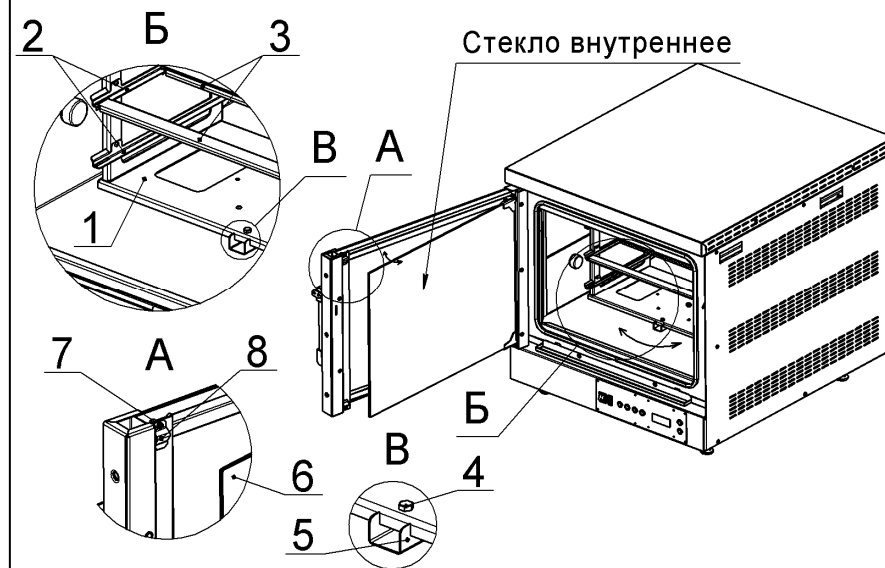

Рис. 1
При эксплуатации печи ПКУ-530МРЭ, Вы можете, вместо противней с размерами 530x530мм или GN1/1 (530x325мм), использовать противни или посуду с меньшими размерами (см. табл. 2). Для этого необходимо в пазы кронштейнов уровней 2 установить дополнительные кронштейны 3, как показано на виде Б, рис. 1.
Для доступа к внутренним поверхностям стекол дверки, внутреннее стекло можно открыть. Для этого достаточно ослабить винты 7 (вид А, рис. 1) и отвести флажки 8, фиксирующие внутреннее стекло в закрытом положении.
4.13 Для использования режима ротации клетки обязательно вывернуть и удалить болт фиксации ротационной клетки в транспортном положении 4 и стопор ротационной клетки 5 (см. рис. 1, вид В). Болт и стопор необходимо сохранить для эксплуатации печи без использования режима ротации.
6.2 Стёкла дверки всегда должны быть чистыми. Для доступа к внутренним поверхностям стекол дверки, внутреннее стекло можно открыть. Для этого достаточно ослабить винты 7 (вид А, рис. 1) и отвести флажки, фиксирующие внутреннее стекло.